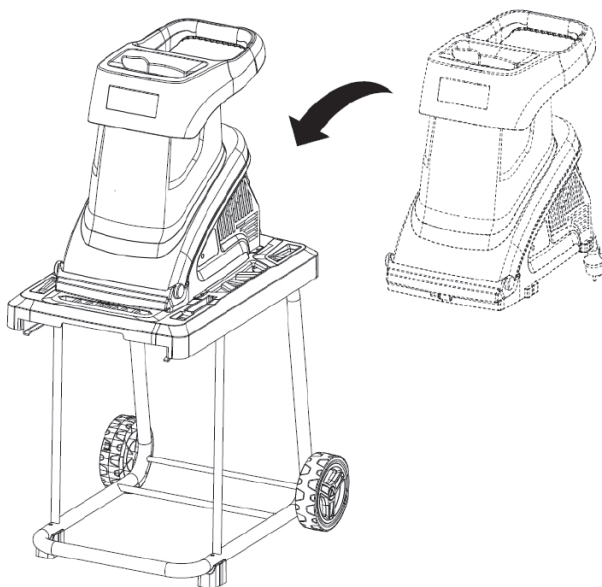

Рис. 6
4. Установите силовой верхний узел на раму и закрепите его четырьмя самонарезающими винтами (Рис. 6).